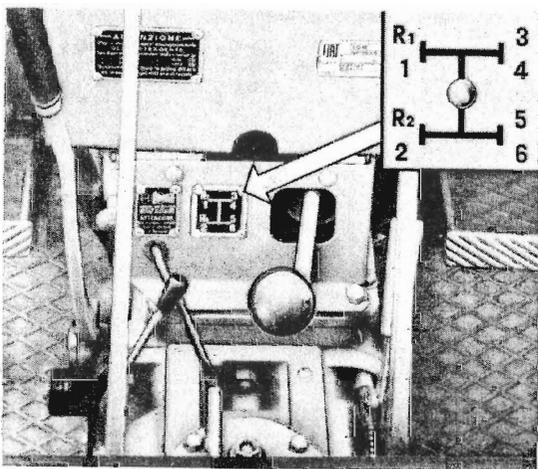

Fig. 7. - Targhetta delle posizioni della leva comando marce.
14. **Leva delle marce:** le posizioni corrispondenti alle sei marce avanti ed alle due retromarce sono illustrate nella targhetta applicata al supporto batterie (vedi fig. 7). Prima di cambiare marcia disinnestare la frizione centrale tirando la leva completamente a fondo corsa.